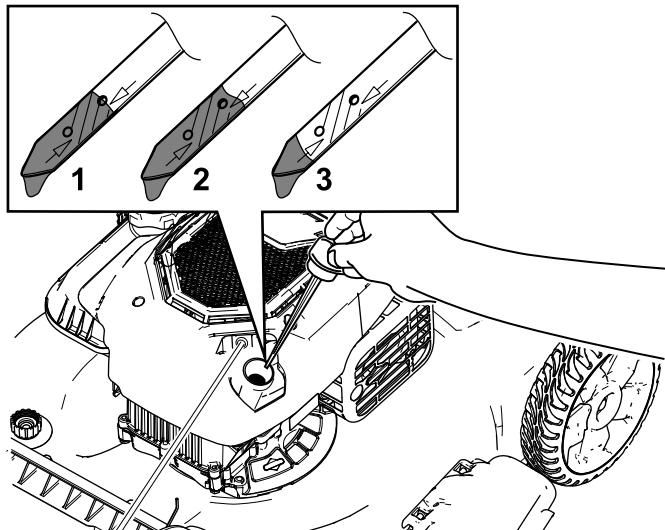

Figura 22
3. Girate il tappo in senso antiorario ed estraete l'asta di livello (Figura 22).
10. Controllate il livello dell'olio sull'asta (Figura 22).